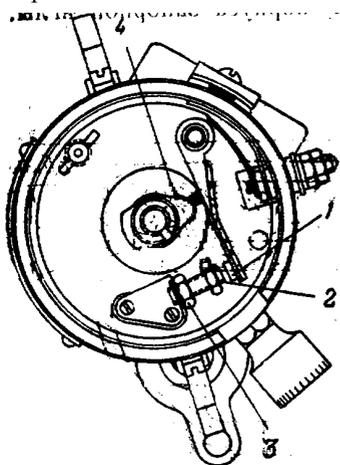

Рис. 25. Прерыватель:
4. Включить третью передачу и вращать заднее колесо до полного размыкания контактов 1 и 2 (рис. 25).